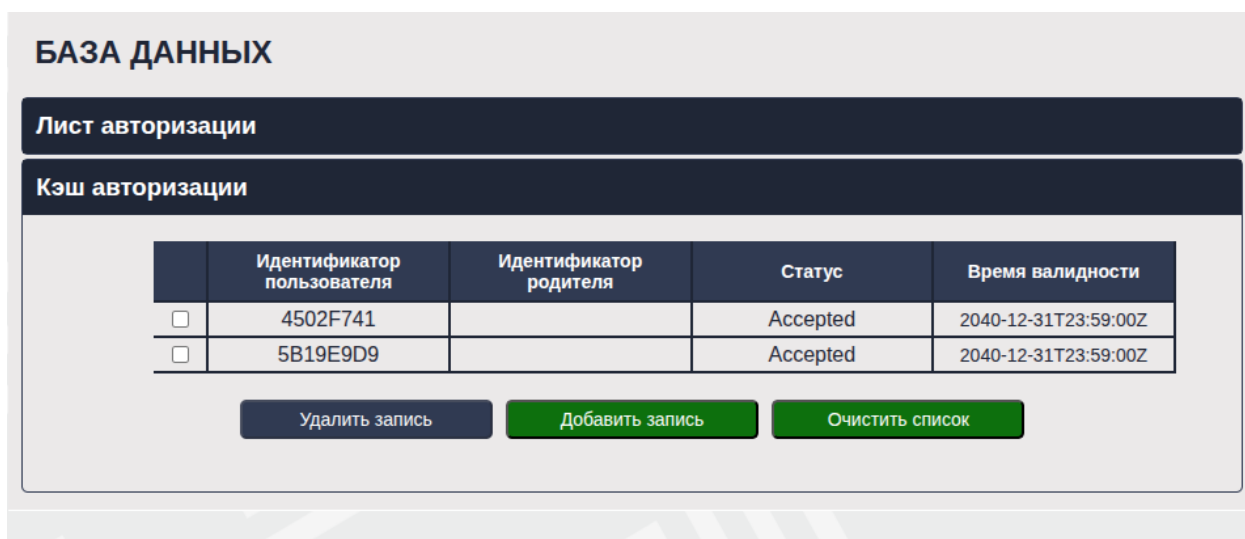

Рисунок 24. Вид окна подраздела «Кэш авторизации» web-интерфейса панели оператора с информацией об идентификаторе нескольких RFID-карт
6.4. Добавить идентификатор RFID-карты (условно №2) в соответствии с п. 6.2 и 6.3, в листе «Кэш авторизации» отобразятся идентификаторы 2-х RFID-карт (рисунок 24).